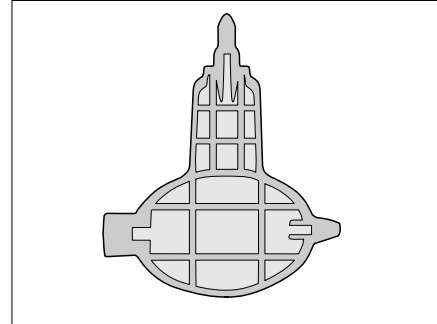

Bild 343 Schlüssel für Siphon (nur Alpa)
- ▷ Dem Modell Alfa liegt ein Schlüssel (Bild 343) zum Lösen des Siphons bei.